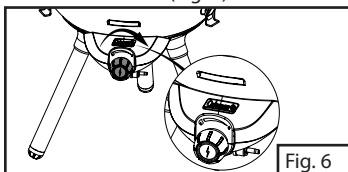

Fig. 6
1. Fermez complètement le bouton de commande en le tournant dans le sens horaire (Fig. 6).